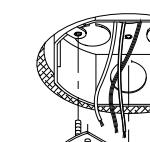

Figure 1
7. Use Wirenuts (3) to connect black fixture wire to the black power supply wire and white fixture wire to the white power supply wire. See Fig. 1.
8. Position the Canopy over the screws protruding from the crossbar and install the Ball Finials to secure the Canopy against the ceiling. See Fig. 1.
9. To Install Glass Shade (14), unscrew Lock Ring (13) from the Socket (12). Place Glass Diffuser (14) over the Socket (12) and reinstall the Lock Ring (13). See Fig. 1.
7. Use Capuchones de Alambres (3) para conectar el alambre marrón o transparente del luminario al alambre de suministro de energía negra y el alambre del luminario acanalado marrón o transparente al alambre de suministro de electricidad blanca. Vea Fig. 1.
8. Coloque el Espaciador de Sobrecielo sobre los tornillos que sobresalen de la barra transversa e instale los accesorios final tipo esfera para asegurar el espaciador contra el techo. Vea Fig.1.
9. Desenrosque el anillo de cierre (11) del enchufe (12). Coloque la Pantalla de Cristal (14) sobre el enchufe (12) e reinstale el anillo de cierre (11).